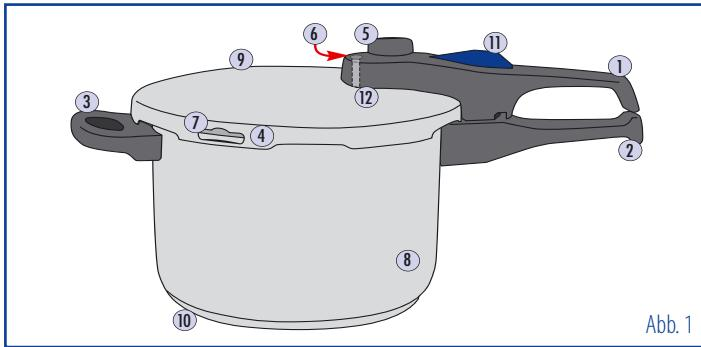
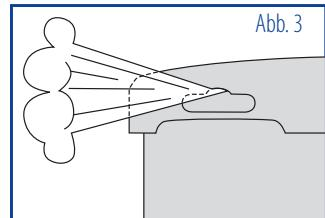

Abb. 1
Abb. 3
Bei einem übermäßigen Druckanstieg wird die Gummidichtung durch eine Ausparung im Deckelrand (Abb. 1: ⑦), herausgedrückt und der Druck kann entweichen (siehe Abb. 3).